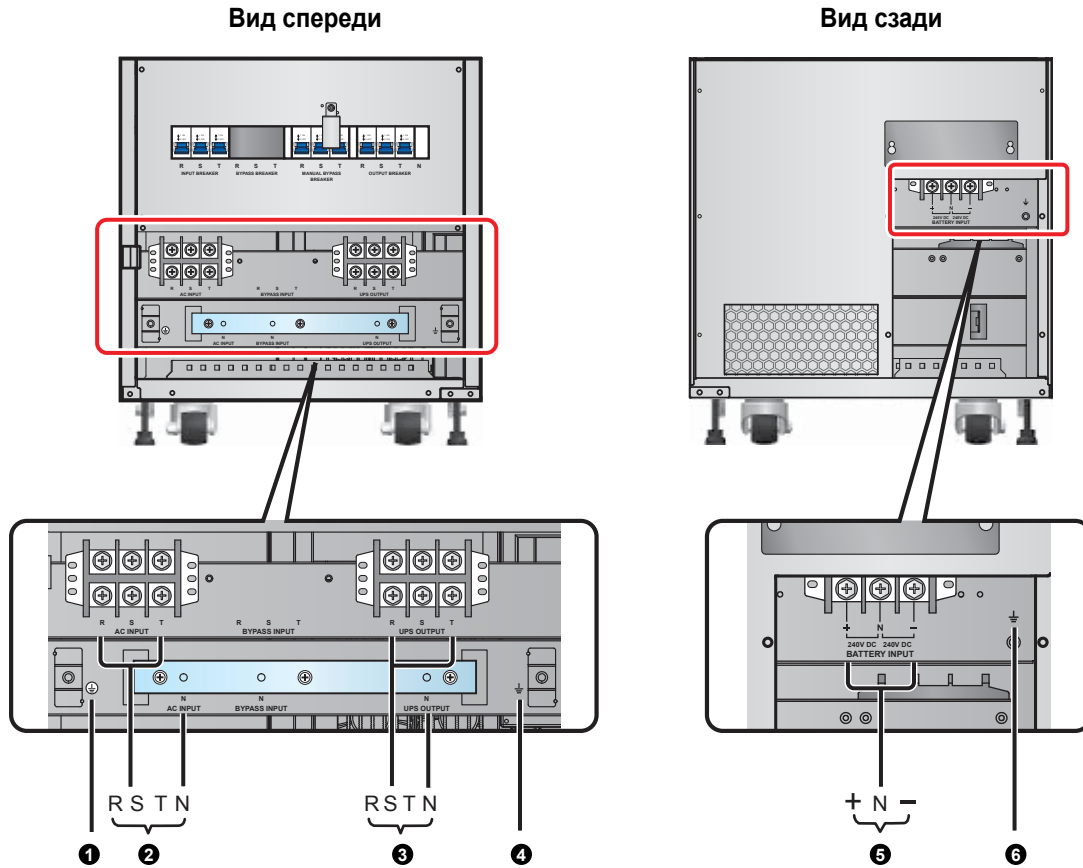

Рис. 6-6. Модель 60 кВА, блок зажимов
- 1 Откройте переднюю дверцу ИБП, снимите переднюю и заднюю панели, чтобы получить доступ к блоку зажимов, показанному на **Рис. 6-6~6-8**.
2 Убедитесь, что вы разобрались с подключениями к блоку зажимов, показанными на Рис. 6-6~6-8.